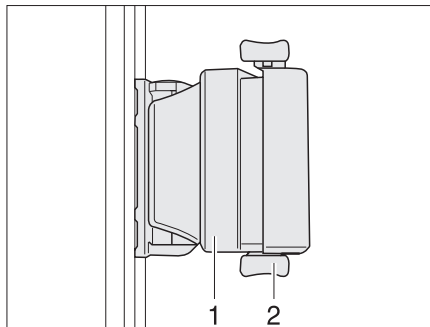

Bild 61 Skjutfönster med skjutlås
- Vrid låsknappen (Bild 61,1) i vertikal position.
- Tryck handtaget (Bild 61,2) och skjut det samtidigt framåt eller bakåt.